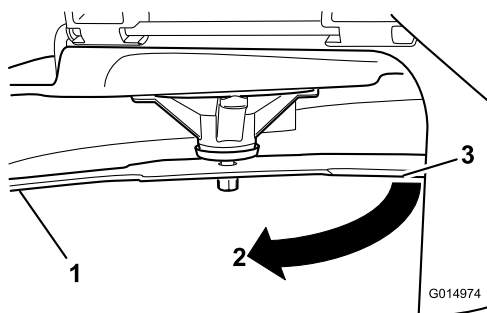

Bild 66
3. Zwischen Messer und Oberfläche gemessener Abstand (A)
4. Drehen Sie dasselbe Messer um 180 Grad, sodass die andere Schnittkante jetzt in derselben Stellung ist (**Bild 66**).